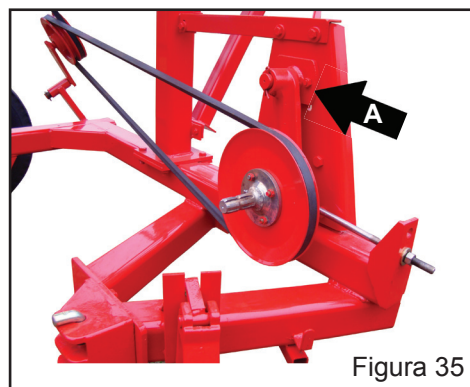

Figura 35
l) Como existem tratores com diversas alturas, é necessário que efetue o nivelamento da tomada de potência do trator e implemento, de forma que o cardan trabalhe em posição horizontal. Para ajustar o nivelamento da altura com a tomada de potência, solte o parafuso "A" e posicione a polia na corredeira vertical na altura que permita o nivelamento do cardan. (Figura 35)